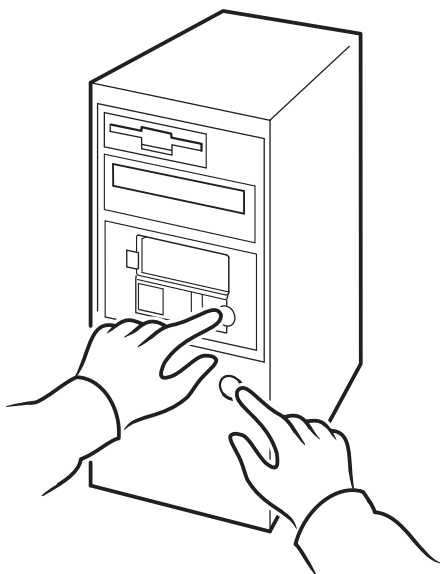

图 17b: hp obdr, 第 2 步
- 2 按住 Eject（弹出）按钮。按住 Eject（弹出）按钮，打开服务器（见图 17b）。打开电源时，这将使设备处于 HP One-Button Disaster Recovery 模式。一旦 LCD 显示“OBDR Mode”（OBDR 模式）消息，请放开此按钮。